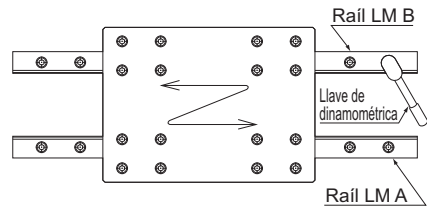

Fig.28
- (4) Deslice la tabla unas pocas carreras para acomodar los bloques LM en el raíl LM B, luego ajuste totalmente este raíl LM B utilizando una llave dinamométrica. (Fig.28)